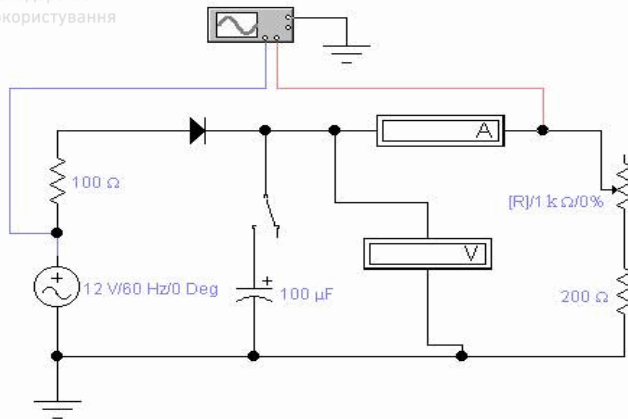

Рис. 10. Схема для дослідження однопівперіодного випростувача.
2. Зберіть схему однопівперіодного випростувача (Рис.10.):
7. За допомогою ключа підключити в схему випростувача ємнісний фільтр (Рис.10).